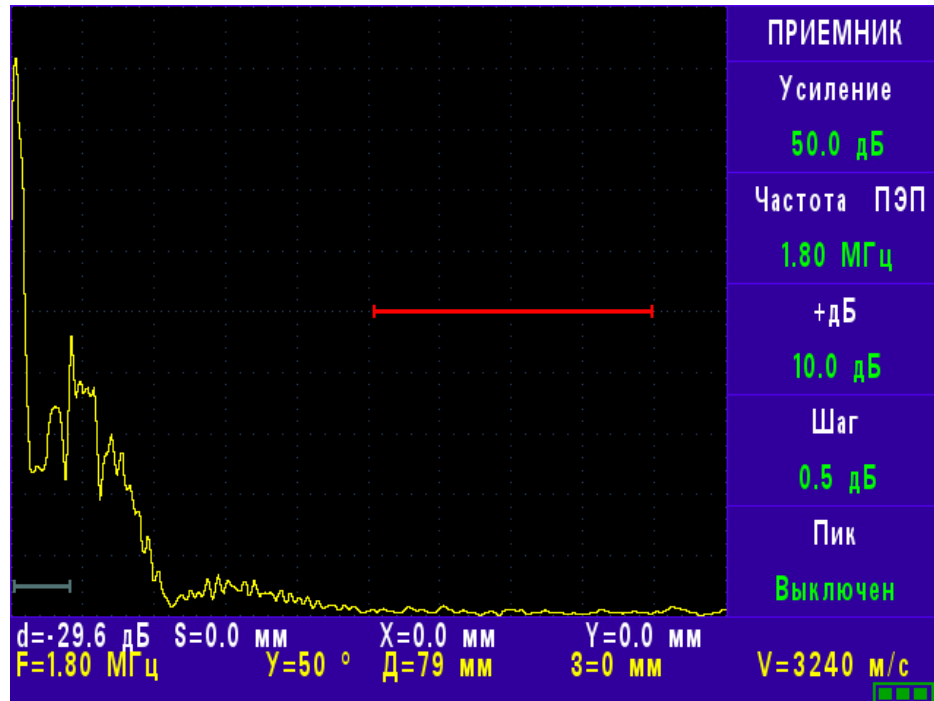

Рис. 5.5
5.5.1. Меню «ПРИЕМНИК» содержит следующие параметры (рис. 5.5).